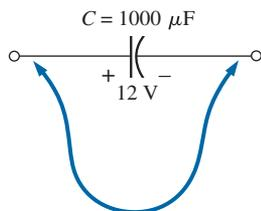

Figura 10.100 Problema 28.
28. O capacitor de 1.000 μ F na Figura 10.100 está carregado com 12 V em um automóvel. Para descarregar o capacitor antes de mais uso, um fio com uma resistência de 2 m Ω é colocado através do capacitor.